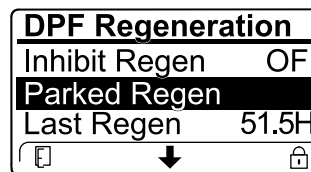

Figura 53
- Si el ordenador del motor solicita una regeneración de recuperación o si está procesando una regeneración de recuperación y se desplaza hasta la opción PARKED REGEN (Regeneración con la máquina aparcada), la regeneración con la máquina aparcada se bloquea y aparece el icono del candado (Figura 53) en la esquina inferior derecha del InfoCenter.